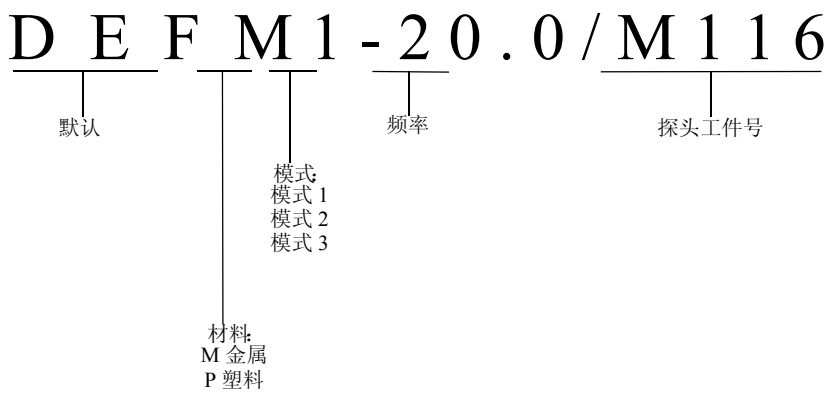

图 3-3 命名惯例示例
- 按[↑]和[↓]在已存的设置中滚动，直到与应用对应的正确设置被加亮。第 30 页的图 3-3 是一个以默认设置命名惯例的示例，和一个可用设置选择的完整列表